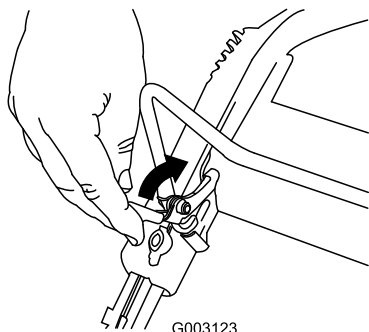

Figura 29
1. Tire hacia atrás del mecanismo de bloqueo de la barra de control (Figura 29).